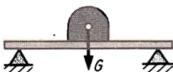

Bild 82
- 10.10** Eine Maschine belastet ihr Fundament. Nach Bild 82 (sehr vereinfachte Darstellung) ruft die Gewichtskraft der Maschine (5 kN) eine Durchbiegung des Fundaments um 2 mm hervor. 1. Berechnen Sie die Frequenz, mit der das System Maschine/Fundament (\cong Körper/Feder) schwingen kann. Die Masse des Fundaments sei vernachlässigbar klein gegenüber der Masse der Maschine. 2. Die Betriebsdrehzahl der Maschine ist 520 min^{-1} . Liegt Resonanz vor?